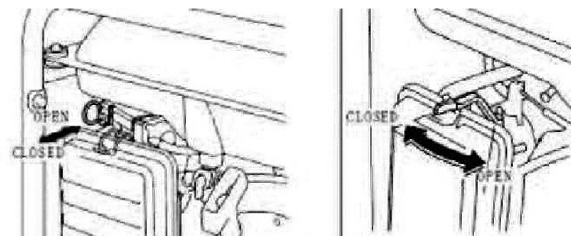

Рис. 5
3. Переведите рычаг заслонки в положение  «Запуск» (только при холодном двигателе) (Рис. 5).